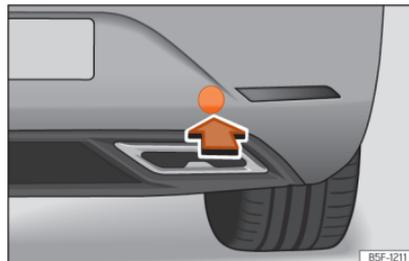

Fig. 54 No lado direito do para-choques traseiro: retirar a tampa.
»» Fig. 54.
- Pressione sobre a zona inferior da tampa »» Fig. 54 para desencaixá-la.